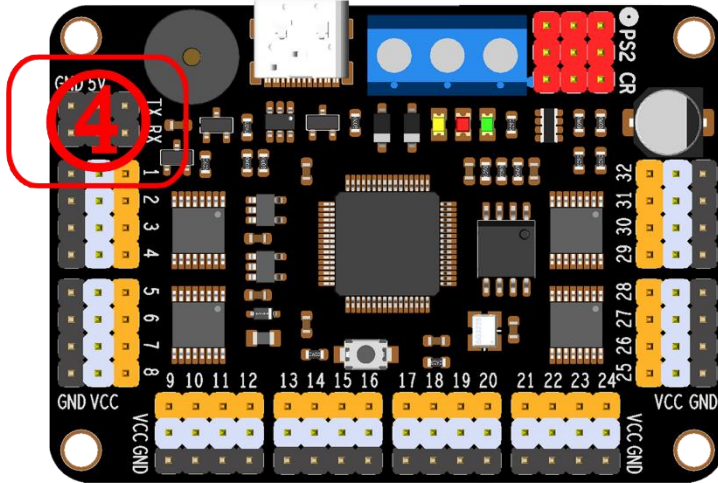

Figure 5
IV. Méthode de câblage pour le capteur Bluetooth et Wi-Fi, comme indiqué en position ④ dans la *Figure 5*:
La position ④ dans la *Figure 5* utilise quatre fils DuPont pour se connecter au module Bluetooth ou Wi-Fi, 5V-VCC, GND-GND, RX-TX, TX-RX.